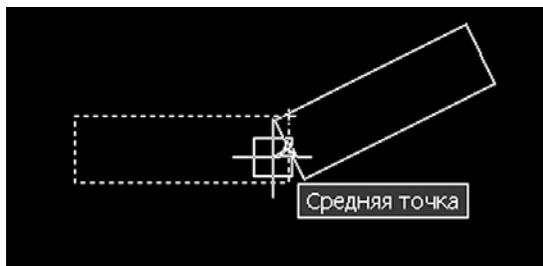

Рис. 4.11. Выбор базовой точки при вращении объекта
3. Когда объекты будут выбраны, в командной строке появится запрос: *«Задайте базовую точку»*. Необходимо задать координаты базовой точки. В данном случае базовая точка — это центр циферблата, относительно которого будет вращаться «стрелка» с расположенными на конце объектами (рис. 4.11).